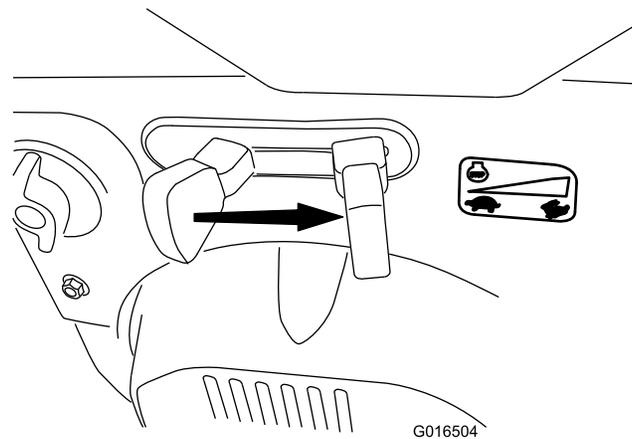

Figure 30
6. Placez la commande d'accélérateur en position HAUT RÉGIME (Figure 30).